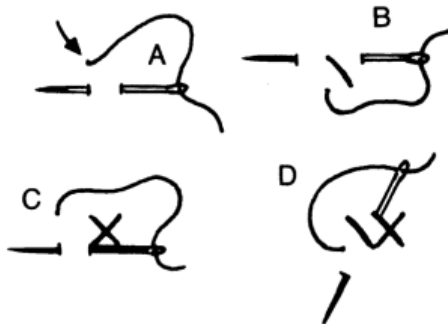

Рис. 14
1. Взгляните на рисунки (рис. 14) для того, чтобы выполнить стежок. Он делается справа налево. Стрелка указывает на первый стежок, закрепляющий хлопчатобумажную нить. Вы заметите, что стежок, представленный на рис. 14 С, является повторением стежка, изображенного на рис. 14 А.
2. Для выполнения угла взгляните на рис. 14 D. Затем поверните изделие и обратитесь к рисункам 14 А и 14 В.